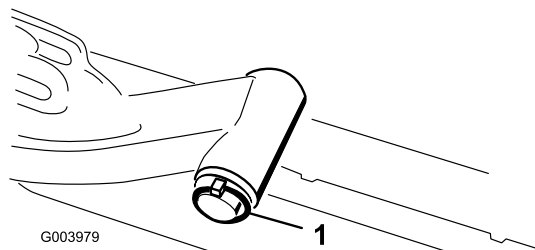

Figura 11
- A. Retire o pino de sujeição e a anilha que prende o veio da articulação do braço de elevação ao braço de elevação e faça deslizar o veio de articulação do braço de elevação para fora do braço de elevação (Figura 11).
C. Insira o veio do braço de elevação no braço de elevação e prenda-o com a anilha e o pino de sujeição (Figura 11).